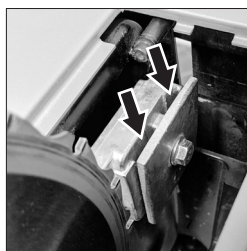

Fig. 18
- Faites coulisser le couteau diviseur (la rainure facilite cette opération) entre la plaque de fixation et le bloc de montage (**Fig. 18**). Veillez à ce que les ergots saillants des blocs de montage s'insèrent dans la fente du couteau diviseur.